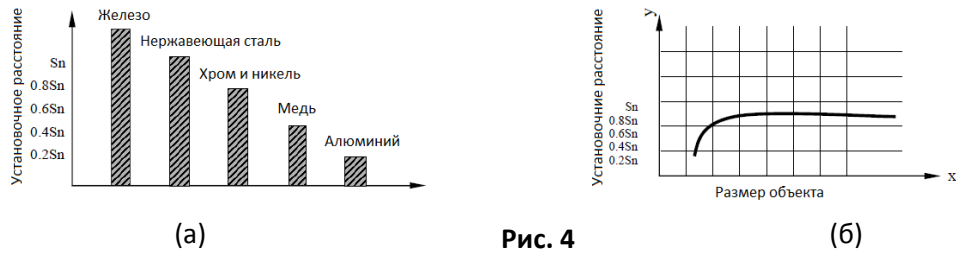

Рис. 4
3. Установочное расстояние варьируется в зависимости от исследуемого объекта (железо, нержавеющая сталь, хром, никель, медь и алюминий) (Рис.4а)